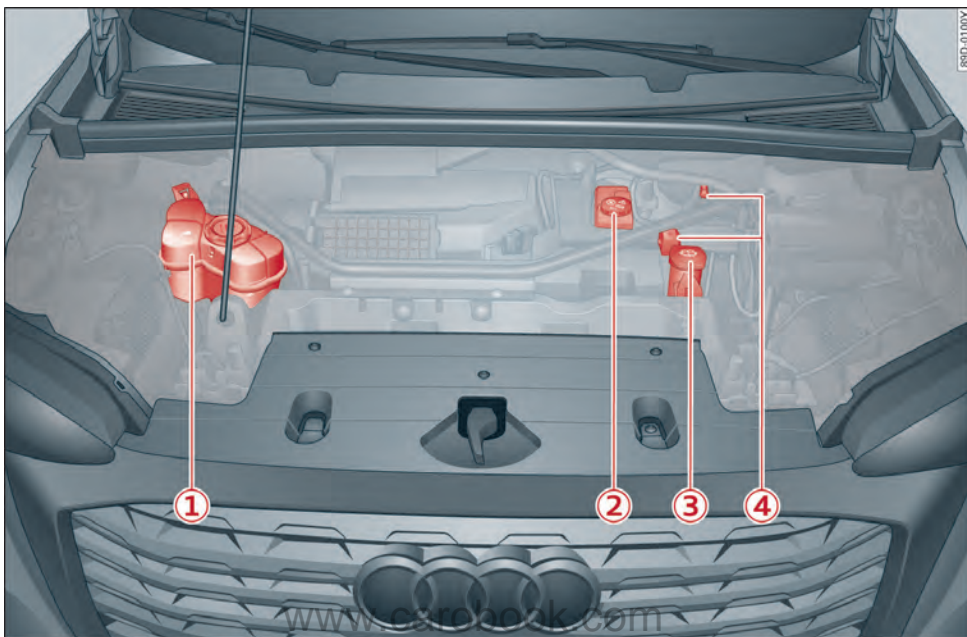
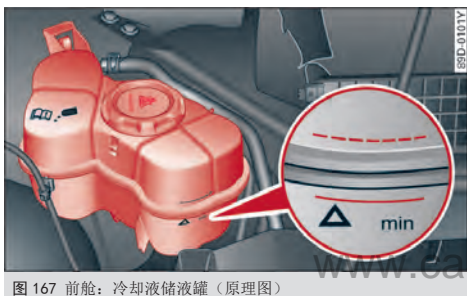

图 166 概览：示意图
图 167 前舱：冷却液储液罐（原理图）
- ▶ 请根据外面的标记 ⇒ 173 页，图 166 在冷却液储液罐⇒图 167 上检查冷却液液位。当冷却液冷态时，冷却液液位必须在标记 min（最低）和 max（最高）之间。当冷却液热态时，冷却液液位会略超过最高标记。
- ▶ 小心地将盖子⇒图 167 向左旋下⇒!
- ▶ 在制动液储液罐上察看制动液液位⇒ 173 页, 图 166。制动液液位必须位于标记 MIN (最低) 和 MAX (最高) 之间⇒ 。